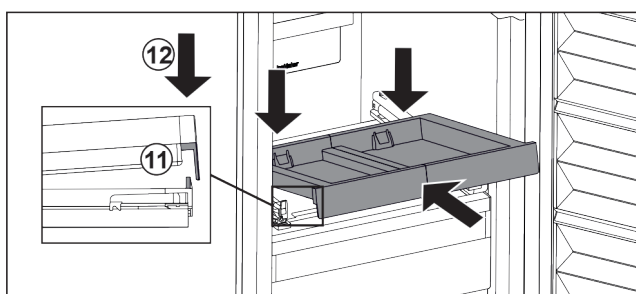

Fig. 27
- ▶ Wsunąć pod skosem. Zwrócić uwagę, aby ogranicznik znajdował się po obu stronach za nakładką. Fig. 27 (11)
- ▶ Osadzić wysuwaną półkę z przodu. Fig. 27 (12)